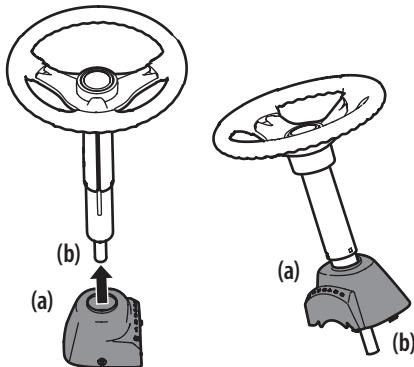

Figura 2
- Deslice la tapa del pedestal (a) sobre el eje de la dirección (b) de manera que dicho eje (b) se instale en el tractor cortacésped, la tapa del pedestal (a) quedará vertical como se indica en la Figura 2.